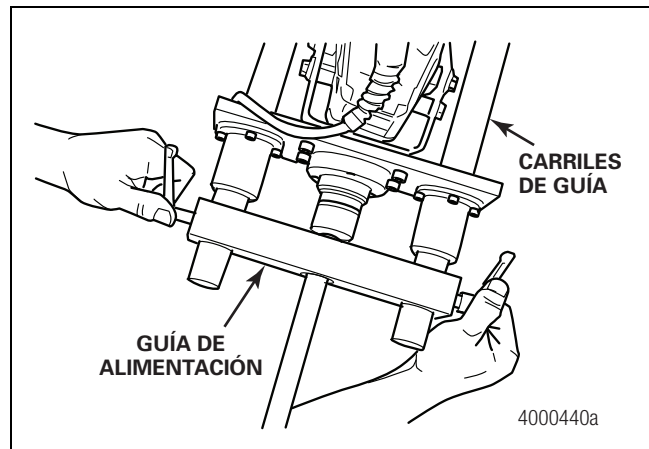

Figura 2.33
8. Fije bien la guía de alimentación sobre los carriles de guía. Figura 2.33.